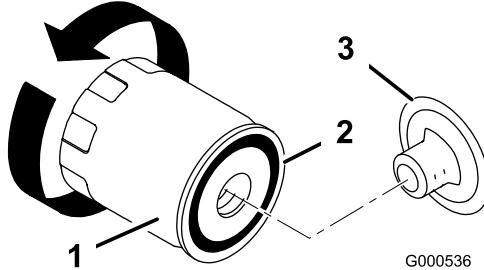

Figura 36
9. Cambie el filtro de aceite, si es necesario (Figura 36).
- Retire el filtro usado y límpie con un paño la superficie de la junta del adaptador del filtro (Figura 36).
- Aplique una capa fina de aceite limpio a la junta de goma sobre el filtro nuevo (Figura 36).
- Instale el filtro de aceite nuevo en el adaptador del filtro. Gire el filtro de aceite en el sentido de las agujas del reloj hasta que la junta de goma entre en contacto con el adaptador del filtro, luego apriete el filtro media o tres cuartos de vuelta más (Figura 36).